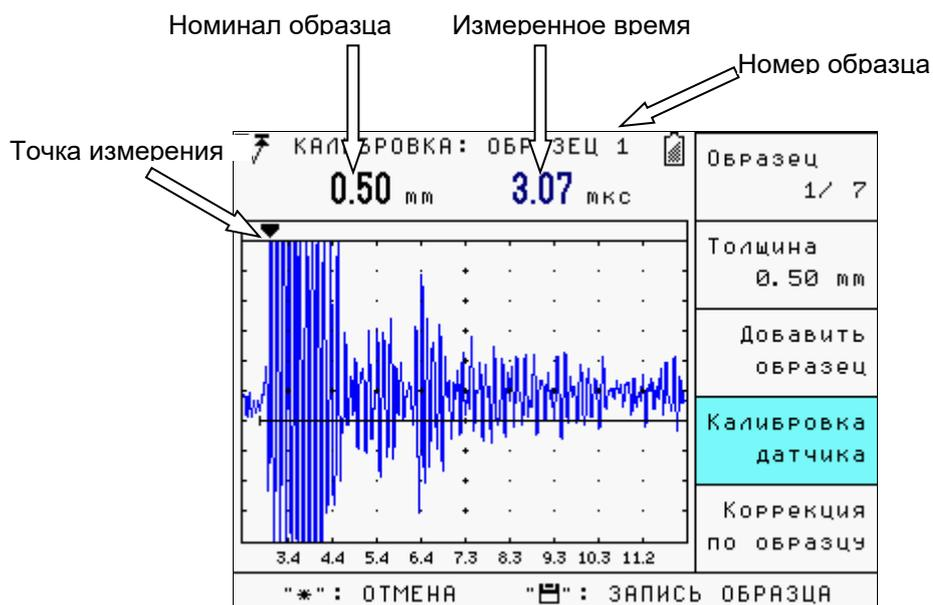

Рис.6.27 Калибровка первого образца
**Шаг 1.** Выберите пункт «ЗАГРУЗИТЬ НАСТРОЙКУ» в меню «НАСТРОЙКИ» и нажмите клавишу . На экран будет выведено окно загрузки настроек, подобное изображенному на рис. 6.27.
Имя любой настройки можно изменить, если вызвать режим сохранения или вызова настроек и в окне, аналогичном представленному на рис. 6.27 на выбранной настройке нажать кнопку .